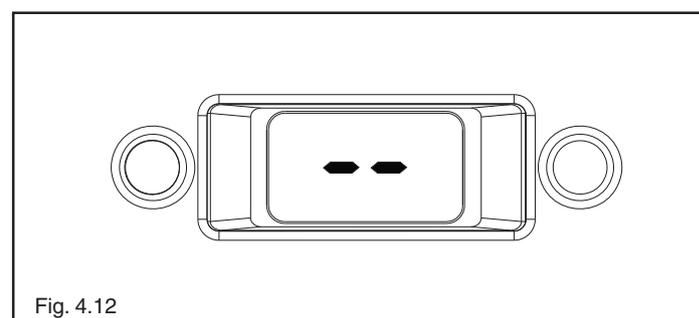

Fig. 4.12
In condizioni normali, quando il selettore di funzione è posizionato su "☼", il visualizzatore digit indica "--" (fig. 4.12) a meno che sia in corso la fase di antigelo (AF) oppure venga attivata la funzione analisi combustione (CO).
Il display digitale si presenta come in fig. 4.12.